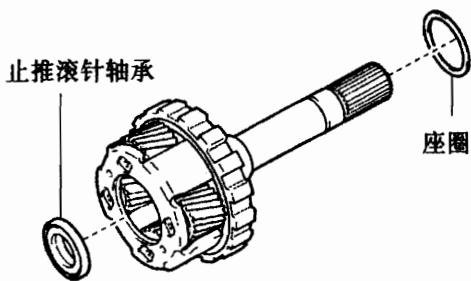

图 12-1-60
②如图 12-1-60 所示, 从后行星齿轮总成上拆下 9 号止推轴承座圈和止推滚针轴承。
②安装止推滚针轴承。如图 12-1-60 所示, 将凡士林涂到 9 号止推轴承座圈上, 并将它安装到后行星齿轮圈上。轴承的内径为 21.5mm, 外径为 40.8mm。座圈的内径为 48.5mm, 外径为 62.7mm。